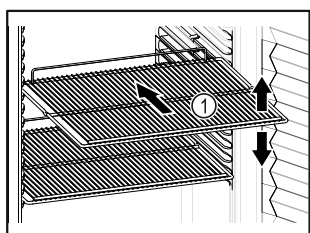

Fig. 64 Beispielhafte Darstellung
- ❑ Wenn Abstellroste Fig. 64 (1) versetzbar sind, je nach Höhe anpassen.